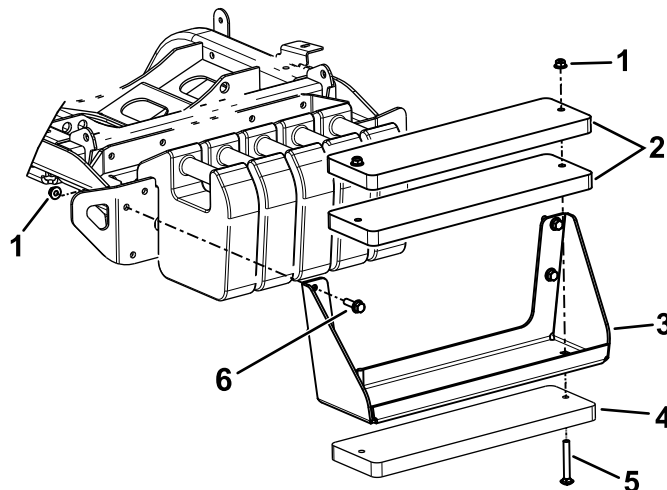

Figure 21
**Remarque:** Voir la procédure sous Figure 21.
- A. Utilisez les boulons ( $\frac{3}{8}$ " x 4") et écrous ( $\frac{3}{8}$ " ) pour fixer les 3 masses sur le support (Figure 21).
- B. Utilisez les boulons à tête hexagonale et les écrous (inclus dans le kit) pour fixer le support de masses sur la machine (Figure 21).
- A. Déposez le support de masses de la machine (Figure 21).
- C. Utilisez les boulons ( $\frac{3}{8}$ " x 4") et écrous ( $\frac{3}{8}$ " ) pour fixer les 3 masses sur le support (Figure 21).
- D. Utilisez les fixations retirées précédemment pour fixer le support de masses sur la machine (Figure 21).